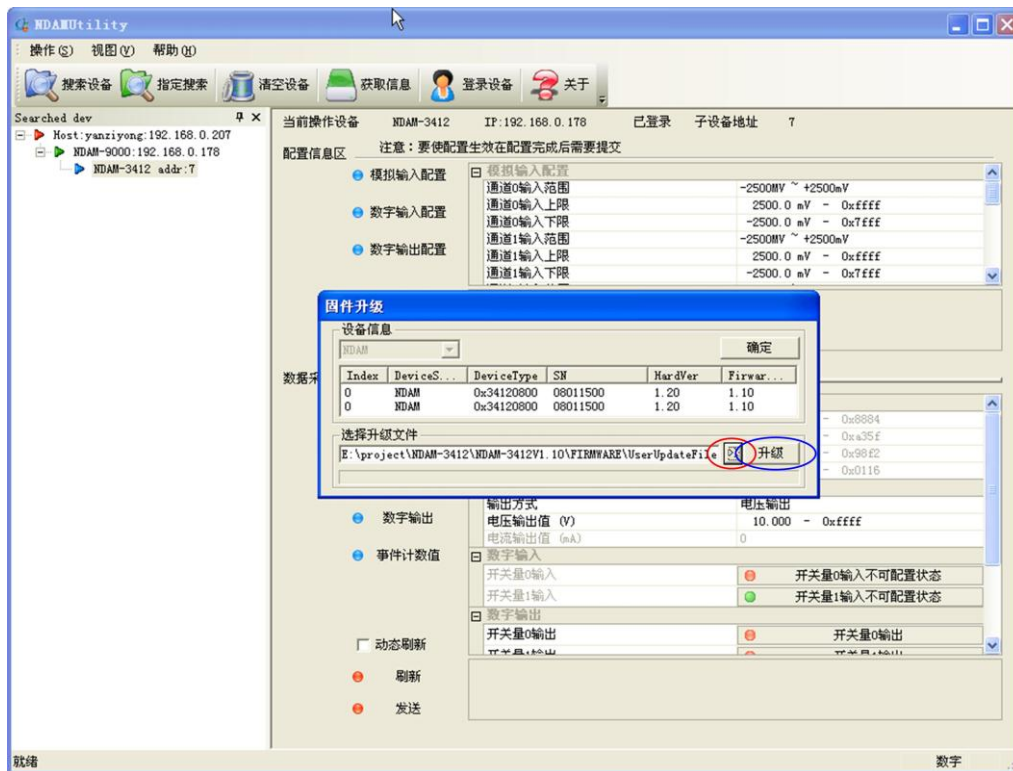

图 4.13 固件升级
- 3) 确定升级设备无误后，选择“是”，将弹出固件升级对话框，如图 4.13 所示；点击